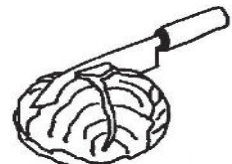

図18. 千切り用キャベツの切り方
A. キャベツや玉ねぎをスライスするときは芯を切り落とさず、残しておきます。キャベツの場合は千切りやみじん切りする前に、図18の様に芯を縦割りする方向に真っ二つに切ります。